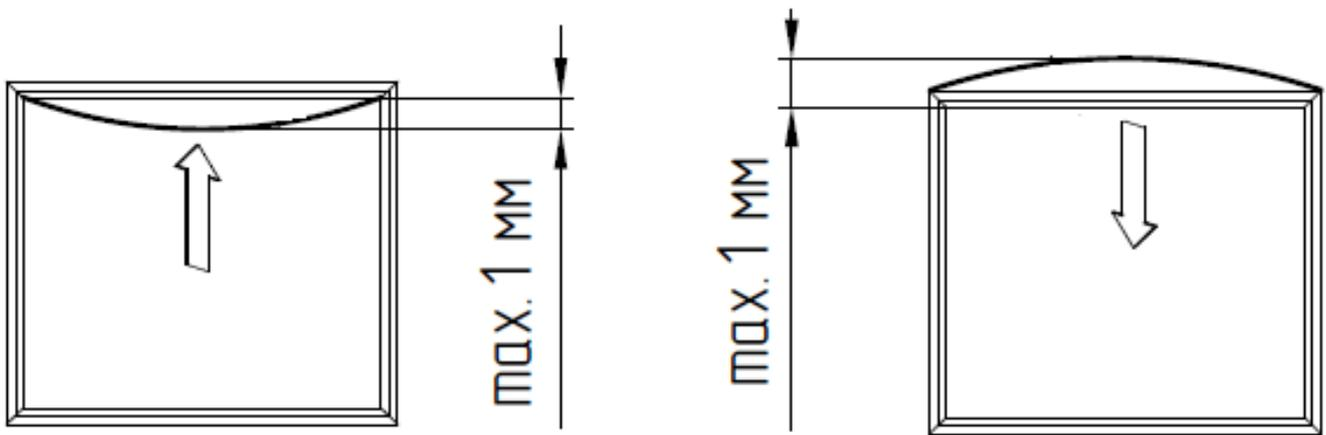
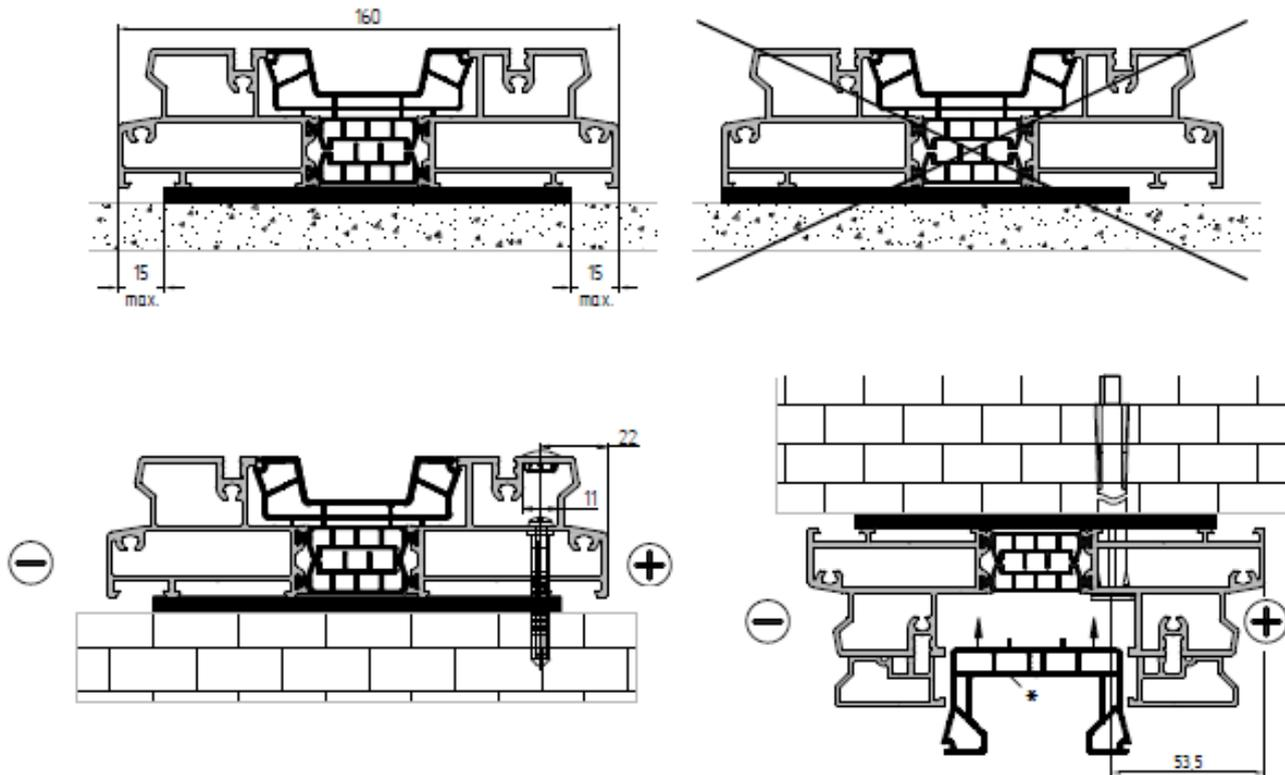

Рис. 6. Допуск на не прямолинейность рамного профиля
Рис. 8. Правильное расположение колодки и варианты мест сверления под крепежные элементы
4. Допуск на монтаж составляет 0.5мм/м, и не более 1мм на всю длину/высоту изделия (рис. 6). Низ рамы конструкции выставить по лазерному уровню, на опорные колодки с шагом не более 500мм, закрепить. Верх рамы выставить по рулетке, закрепить. Схема правильного расположения опорных колодок указана на рис. 8.
При креплении анкер шурупом / рамным дюбелем, в раме просверлить технологические отверстия $\varnothing 6,5$ для анкер шурупа / $\varnothing 10,2$ для рамного дюбеля. Схема правильного расположения опорных колодок и крепежных элементов указана на рис. 8.